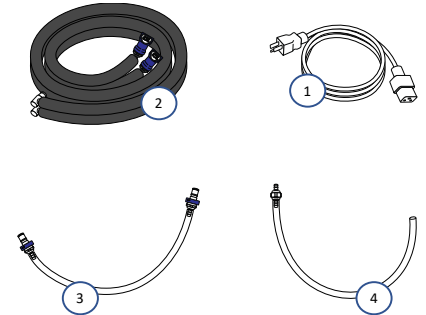

Figura 2. Juego de conexiones Delta
2. **Juego de conexiones (Figura 2)**